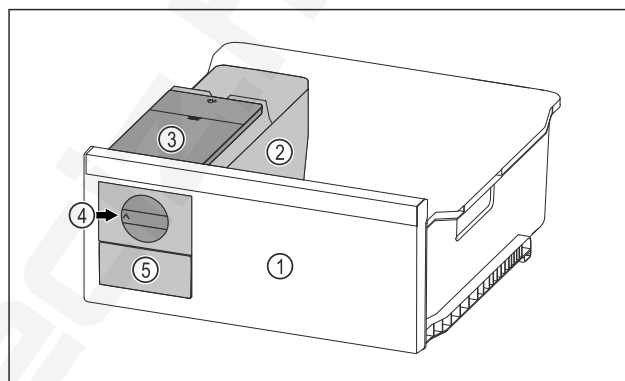

Fig. 108 Példaként szolgáló ábrázolás
- ▶ A forgógombot Fig. 108 (4) ütközésig forgassa el az óra járásával egyező irányban.
- ▷ A jégkockák a jégkockatartóból a jégkockafiókba Fig. 108 (5) hullanak.